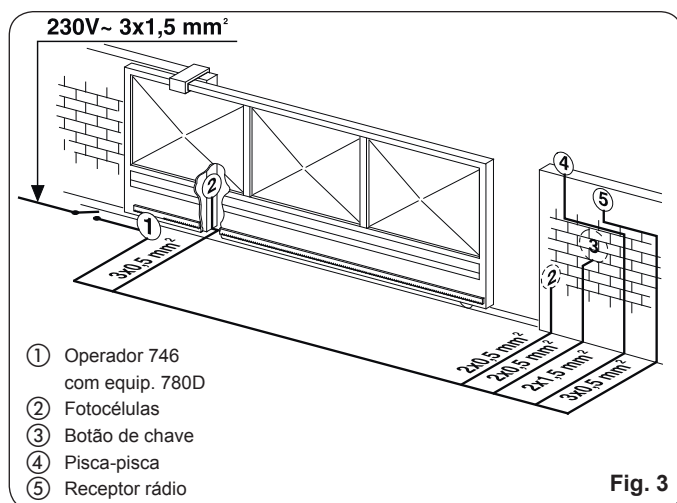

Fig. 3
4. Colocar os cabos elétricos para a ligação aos acessórios e à alimentação elétrica, como na Fig. 3.